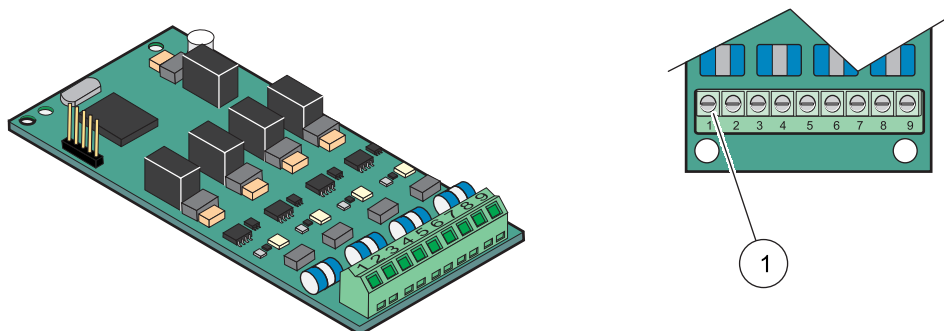

Figura 23 Ligações dos cabos da placa de saída (YAB019)
4. Forneça alimentação ao cabo pela base do módulo e prepare-o correctamente, introduzindo cada fio no terminal de acordo Figura 23 e Tabela 6. Puxe cuidadosamente todas as inserções para se certificar de que a ligação está segura.